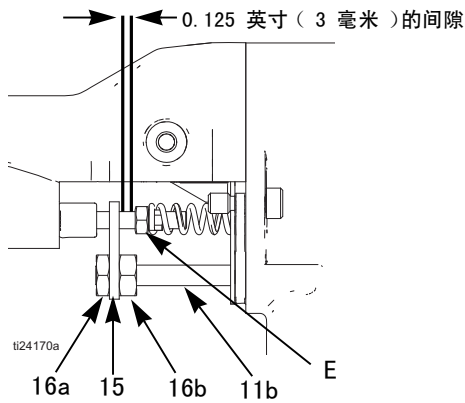

图 25. 致动器臂调节
3. 拆卸安全螺母（16）、致动器臂（15）和调节螺母（16）。参见图 25。
3. 拆卸安全螺母 ( 16 )、致动器臂 ( 15 )和调节螺母 ( 16 )。参见图 25。
参见图 25。
5. 卸下调节螺母（16a）和致动器臂（15）。参见图 25。